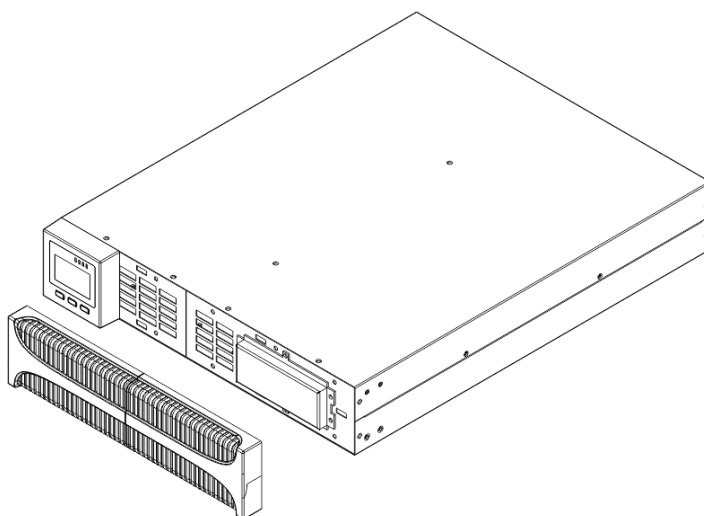

Figura 5.5: Remoção das tampas frontais do painel do Company RT
- Remova as tampas plásticas frontais que se encontram ao lado do painel de operação, conforme Figura 5.5.